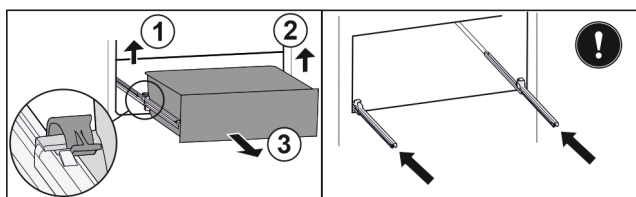

Fig. 142
- ▶ Emelje fel a bal oldali kapcsot, és ezzel egyszerre húzza előre felé a fiók bal oldalát. Fig. 142 (1)
- ▶ Emelje fel a jobb oldali kapcsot, és ezzel egyszerre húzza előre felé a fiók jobb oldalát. Fig. 142 (2)
- ▶ Vegye ki a fiókot előre felé. Fig. 142 (3)